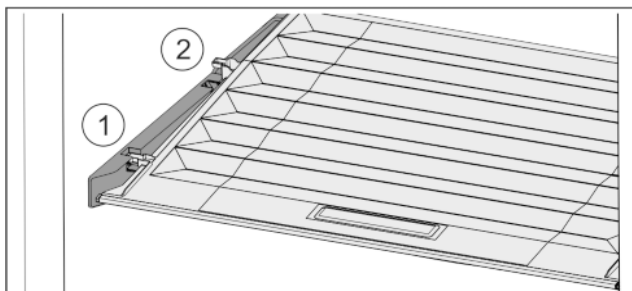

Fig. 29
- ▶ Veko potiahnite dopredu až k otvoru v prídržných dieloch Fig. 29 (1).
- ▶ Vzadu ho nadvihnite zospodu a zložte smerom nahor Fig. 29 (2).